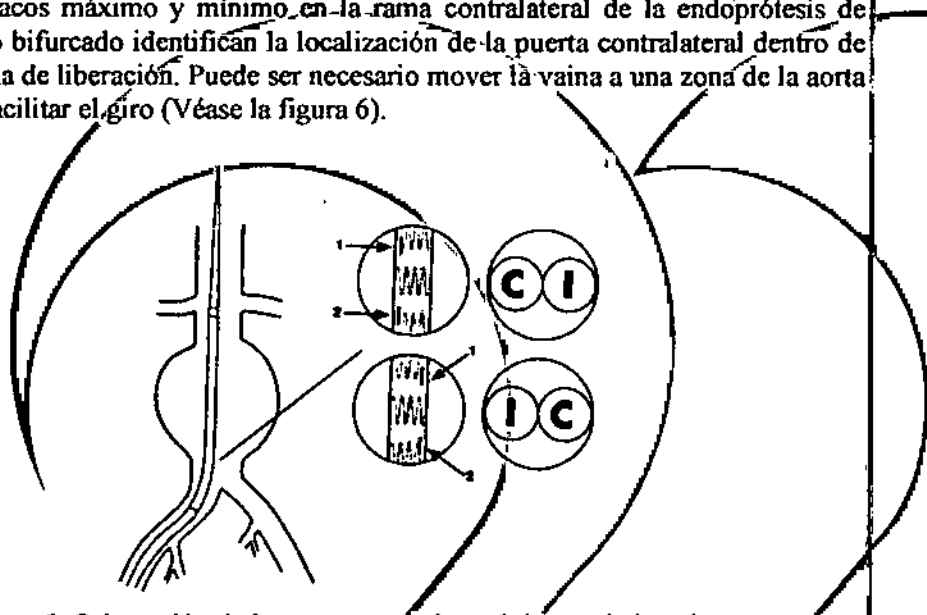

Figura 6. Orientación de la puerta contralateral dentro de la vaina.
- La orientación radial de la endoprótesis puede ajustarse si se desca. Puede hacerse girar el sistema con la empuñadura fija negra. Los marcadores radiopacos máximo y mínimo en la rama contralateral de la endoprótesis de cuerpo bifurcado identifican la localización de la puerta contralateral dentro de la vaina de liberación. Puede ser necesario mover la vaina a una zona de la aorta para facilitar el giro (Véase la figura 6).